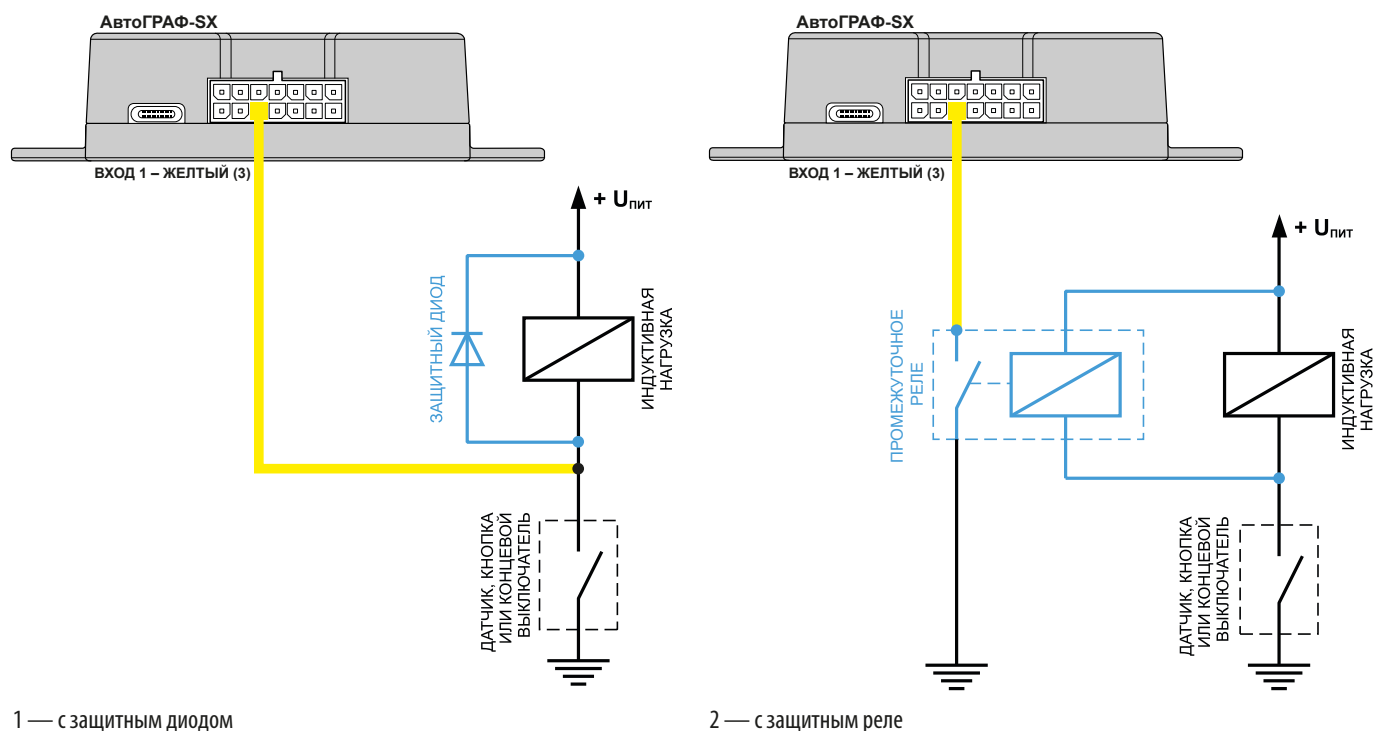

Рис.14. Варианты подключения цифрового входа по «–» в цепь с индуктивной нагрузкой
- 1. Защитный диод (Рис.14, 1)** — устанавливается параллельно индуктивной нагрузке. При этом прямой ток защитного диода ($I_{\text{диода, прямой}}$) должен быть не менее $1,5 \cdot I_{\text{удержания катушки}}$. Если ток удержания катушки неизвестен или есть сомнения, то следует использовать схему включения с защитным реле.
- 2. Защитное реле (Рис.14, 2)** — устанавливается параллельно индуктивной нагрузке. При этом контакты защитного реле служат для замыкания входа контроллера на «массу».